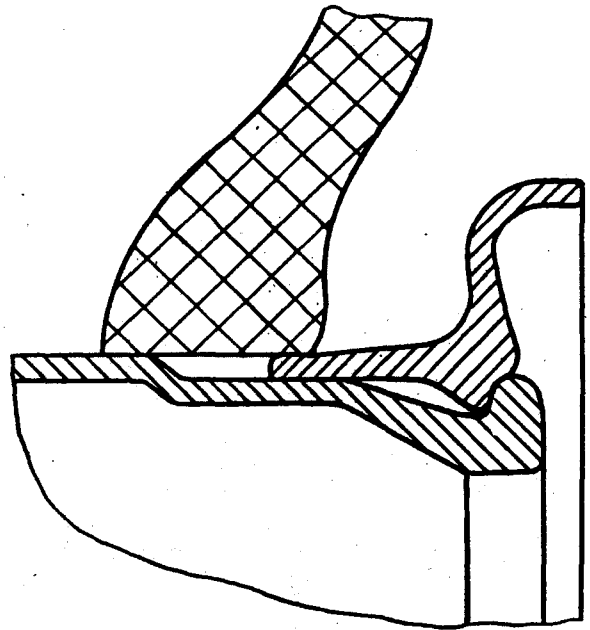

Рис. 69. Заход радиуса пятки борга шины на кромку замочного кольца
5. Поставить колесо бортовым кольцом к стене и надуть шину до давления, обеспечивающего заход радиуса пятки борта шины на кромку замочного кольца (рис. 69). Давление воздуха в шине не должно превышать 60 кПа (0,6 кгс/см2).